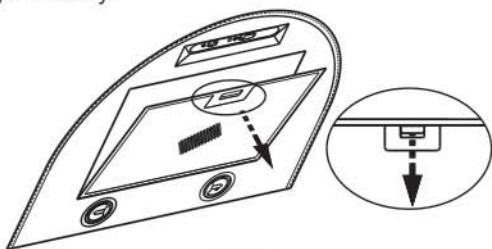

РИС. 4
8.3 Для очистки алюминиевого фильтра извлеките его из зонта (рис. 4) и произведите его очистку с помощью щетки горячим водным раствором нейтрального моющего средства вручную или в посудомоечной машине (при 60°C).
нажмите на пружинный замок на фильтре и потяните его вниз и на себя (рис. 4);